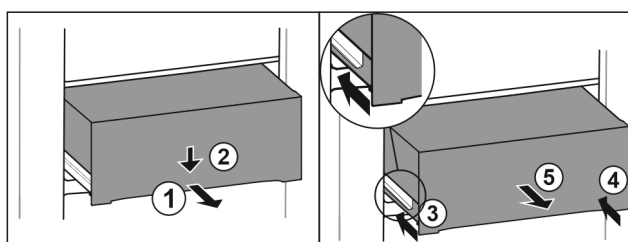

Fig. 94
- Estrarre il cassetto a metà. Fig. 94 (1)
- Premere il cassetto sul lato anteriore verso il basso. Fig. 94 (2)
- Spingere la guida sinistra di circa 2 cm verso l'interno. Fig. 94 (3)
- Spingere la guida destra di circa 2 cm verso l'interno. Fig. 94 (4)
- Rimuovere il cassetto tirandolo in avanti. Fig. 94 (5)